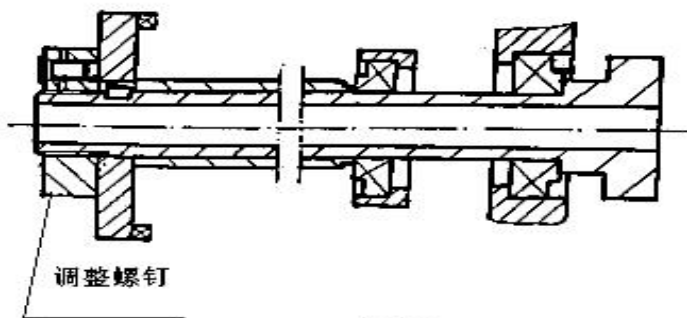

图5.2
- (2) 车削主轴轴承的间隙因磨损而增大，可通过调整车削主轴左端带锁紧圆螺母来消除间隙（见图 5.2）。